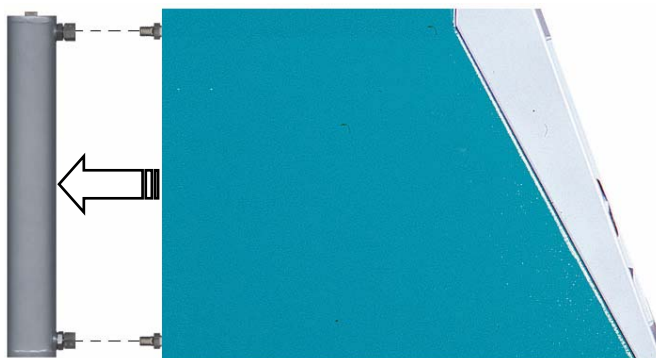

Fig. 9 Sostituzione essiccatore
- Estrarre l'essiccatore tirandolo verso di se, prestando attenzione a non rovinare i raccordi (Fig. 9)